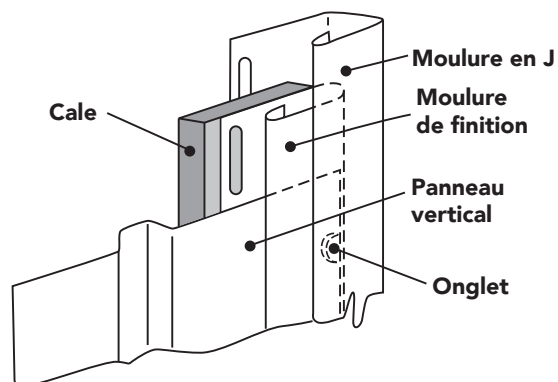

Figure 58
- Placer une cale derrière la moulure de finition pour maintenir la planéité du panneau (Figure 58).
- Fixer les autres panneaux de la même façon, d'abord le haut de la fente supérieure, puis en dessous au centre des fentes tous les 305 mm (12 po). Autour des fenêtres, des portes et des installations fixes, laisser un espace de 6,4 mm (1/4 po) dans les moulures (augmenter à 9,5 mm (3/8 po) si la température est inférieure à 4,4 °C (40 °F) lors de la pose. Rappelons que l'on doit poser une moulure de finition, afin de bien fixer les panneaux découpés (dans la rainure en V ou sur leur surface plate) avant de les loger dans une ouverture. (Figure 58). Vérifier régulièrement l'aplomb de l'installation après quelques panneaux pour préserver une belle apparence.
- Le dernier panneau de parement doit avoir la même largeur que celle du panneau inférieur. L'endroit de coupe du panneau vertical nécessitera parfois la mise en place d'une moulure de finition dans la poche de réception de la moulure en J ou dans celle de coin recevant le panneau (Figure 58). Une cale derrière la moulure de finition sera également nécessaire dans certains cas pour mettre de niveau la face du panneau et maintenir la rectitude.